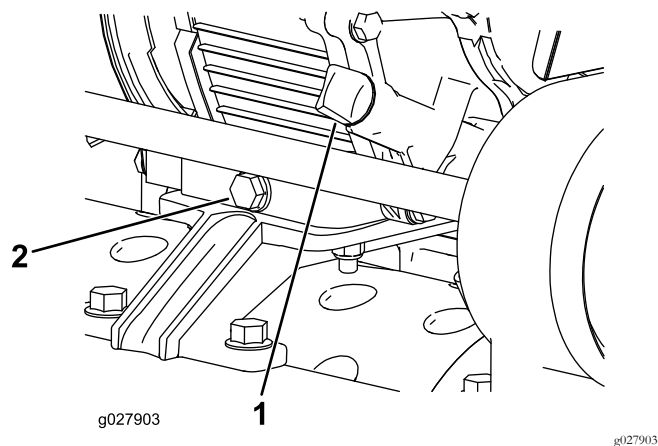

Bild 23
1. Stellen Sie die Maschine so, dass der Motor eben ist und reinigen Sie dann den Bereich um den Ölpeilstab (Bild 23).
2. Stellen Sie eine Auffangwanne hinten an der Maschine unter die Ablassschraube (Bild 23).